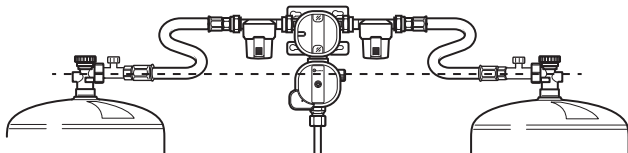

Abb. 11
- ▶ Beim Flaschenwechsel sicherstellen, dass die Hochdruck-Schläuche vom Eingangsanschluss des Gasdruckreglers immer ein konstantes Gefälle zu den Gasflaschen aufweisen (Abb. 11).